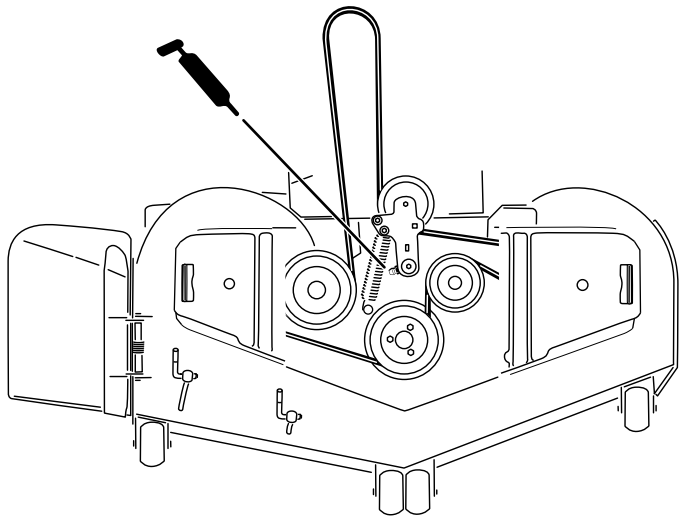

Figure 44
5. Pour toutes les autres tondeuses, graissez le pivot de la poulie de tension du tablier de coupe jusqu'à ce que la graisse ressorte par le bas (Figure 44).